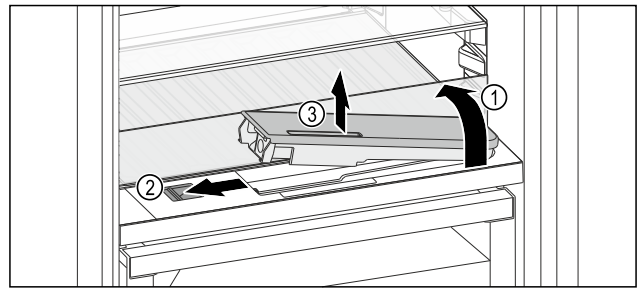

Fig. 118
- Sollevare il ripiano di vetro e ribaltarlo all'indietro fino all'arresto Fig. 118 (1).
- Spostare il cursore Fig. 118 (2) a sinistra.
- Rimuovere il serbatoio dell'acqua Fig. 118 (3).